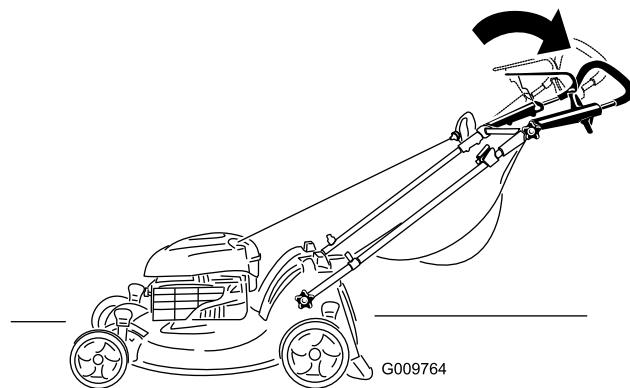

Figura 13
2. Mueva el manillar superior a la posición deseada (Figura 13).